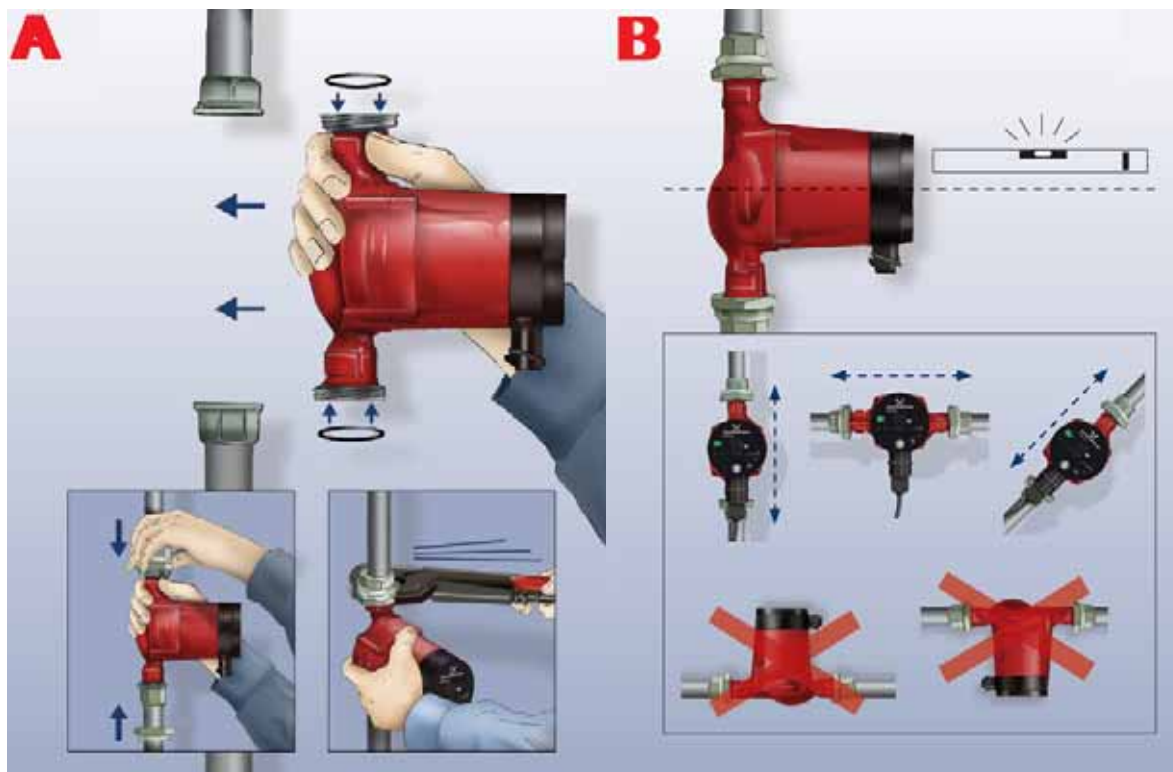

Fig. 3 Installation du GRUNDFOS ALPHA2
1. Mettre en place les deux joints fournis lorsque le circulateur est monté sur la tuyauterie. Voir fig. 3, pos. A.
2. Installer le circulateur avec l'arbre moteur horizontal. Voir fig. 3, pos. B.